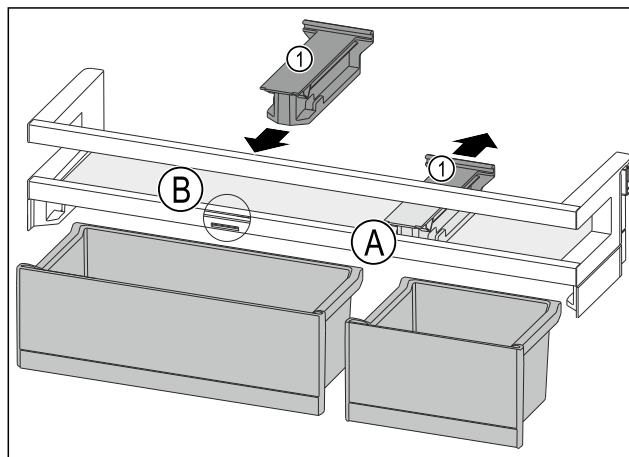

Fig. 157
- ▶ Pridržni dio Fig. 157 (1) u položaju Fig. 157 (A) skinite prema natrag.
- ▶ Pridržni dio Fig. 157 (1) umetnite u položaj Fig. 157 (B).